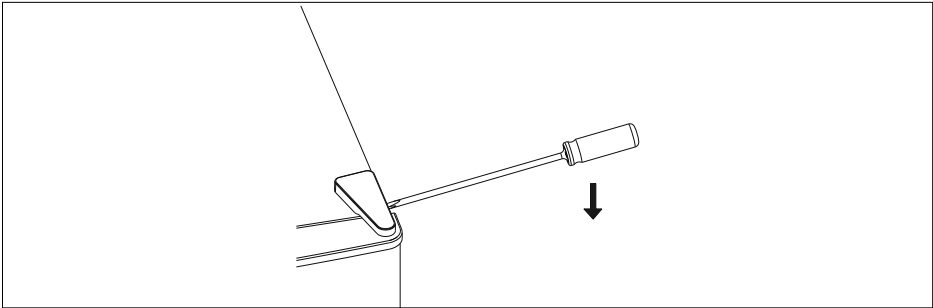

Abb. 2
- ▶ Leeren Sie den Kühlschrank – einschließlich des Einlegebodens (10).
- ▶ Entfernen Sie die Scharnierabdeckung auf der rechten Seite zum Beispiel mit Hilfe eines Schlitzschraubendrehers (siehe **Abb. 2**).